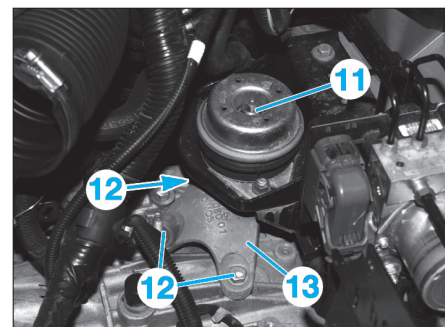

Fig. 5
- Déposer l'écrou (11) (Fig.5).
- les fixations (12),
- le support de boîte de vitesses (13).